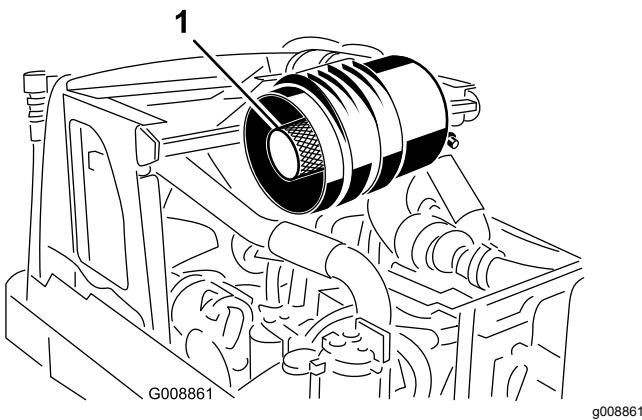

Figura 49
**Importante:** Não tente limpar o filtro de segurança. Substitua o filtro de segurança após 3 operações de manutenção do filtro primário (Figura 49).